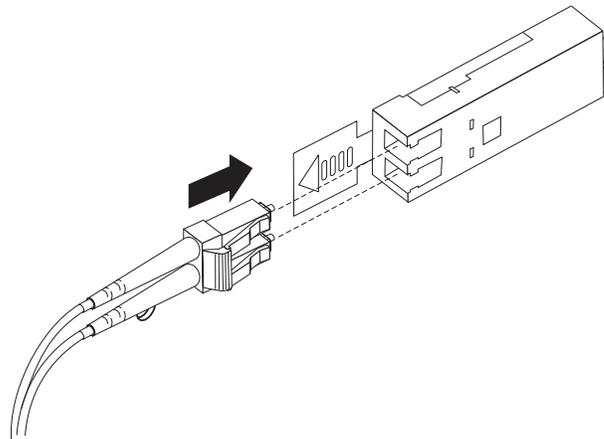

図 31. LC-LC ファイバー・チャンネル・ケーブルの SFP モジュールへの挿入
4. 保護キャップを外した LC-LC ケーブルの端を、DS3950 に取り付けられた SFP モジュールに慎重に挿入します。ケーブル・コネクタにはキー溝が付いているため、SFP モジュールに正しく挿入することができます。図 31 に示すように、コネクタを持ったまま、所定の位置でクリック音がするまでケーブルを押し込みます。